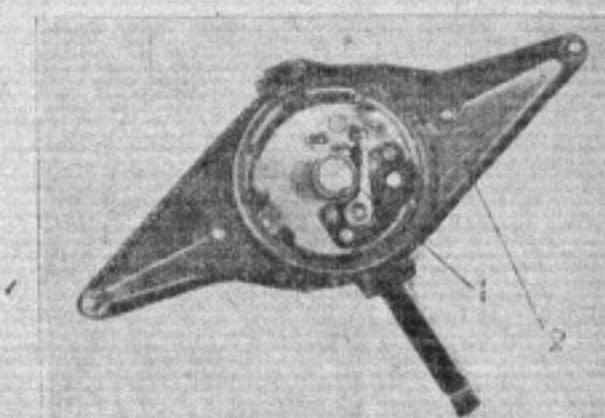

Рис. 2. Положение кулачка прерывателя ИГФ при установке зажигания
8. Провернуть кулачок прерывателя так, чтобы прорезь для шпоночного прилива ротора распределителя была направлена в сторону электрода, имеющего вывод на первый цилиндр (рис. 2), а выступ кулачка начал бы размыкать контакты. Газетная бумага, зажатая между контактами прерывателя, может быть вытянута. При этой операции надо иметь в виду, что люфт, могущий быть в приводном механизме, должен быть «выбран» полностью. В противном случае, как бы точно ни была произведена установка зажигания, двигатель получит искру на свече с опозданием.